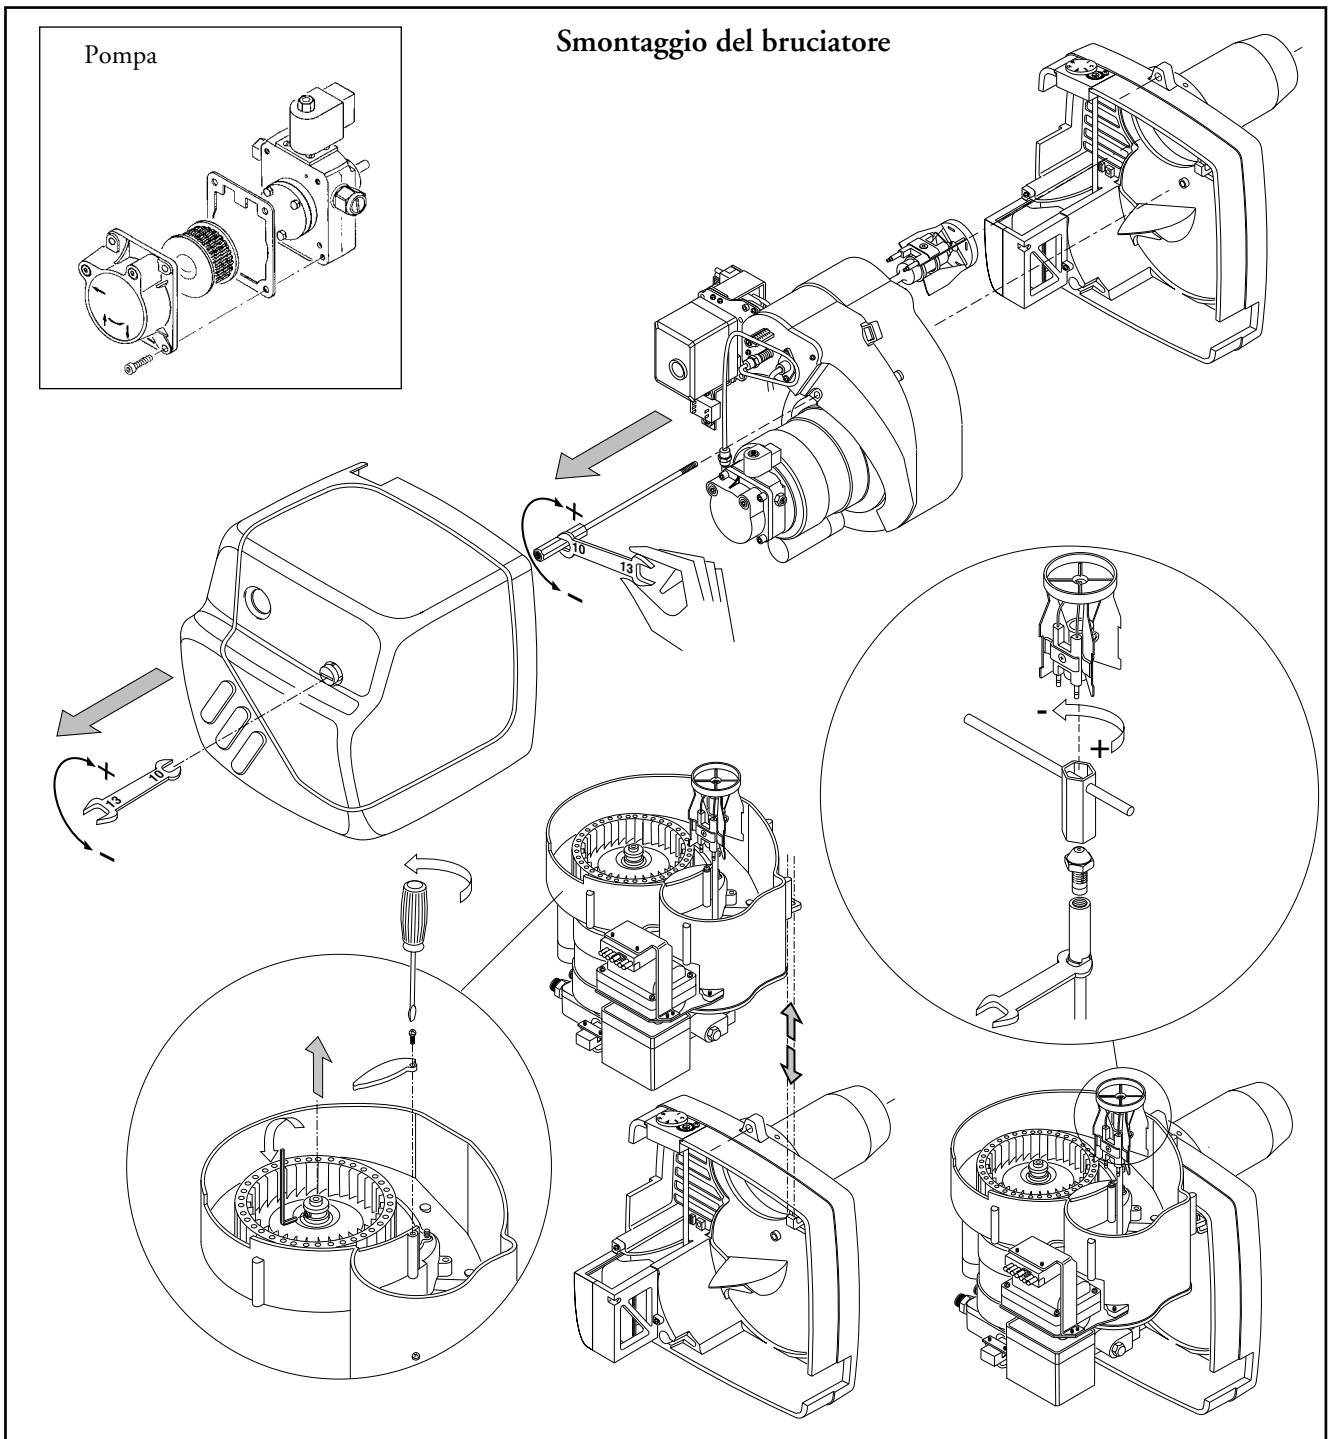

fig. 12 - Accesso all'interno della voluta
- Rimuovere la ventola come indicato in fig. 12